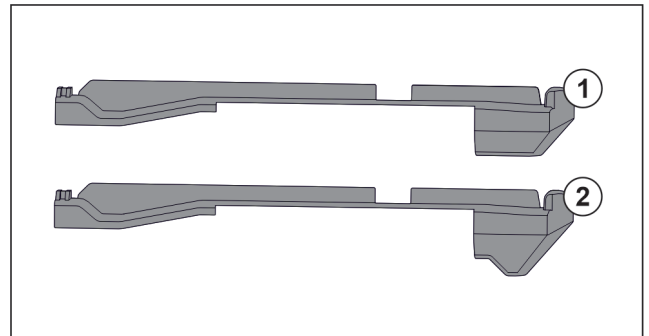

Fig. 124 Vergleich der Aufsteckteile
Im Gerät befinden sich zwei unterschiedliche Aufsteckteile. Das Aufsteckteil über dem untersten Schubfach Fig. 124 (2) hat eine dreieckige Kante. Alle anderen Aufsteckteile Fig. 124 (1) haben eine gerade Kante.
- ▶ Aufsteckteil Fig. 124 (2) mit der dreieckigen Kante über dem untersten Schubfach anbringen.
- ▶ Aufsteckteil Fig. 124 (1) mit der geraden Kante an allen anderen Stellen anbringen.